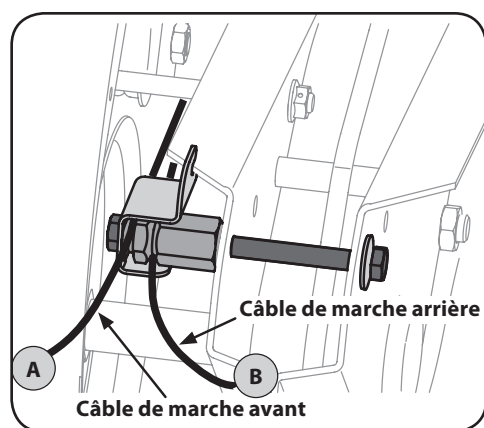

Figure 3-1
1. Repérez le câble de marche avant et le câble de marche arrière. Voir Figure 3-1.